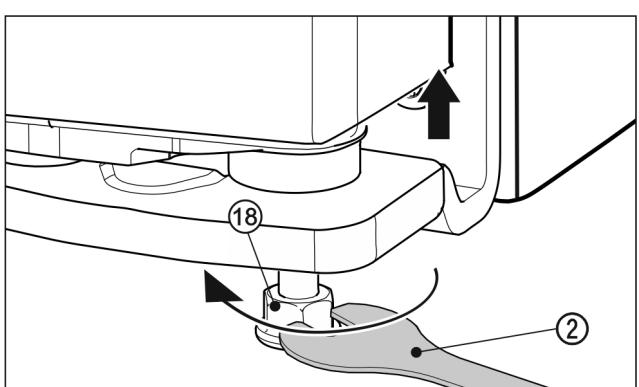

Fig. 25
- ▶ Чтобы поднять дверцу, выверните вправо установочную опору Fig. 25 (18) с помощью прилагаемого вильчатого ключа Fig. 25 (2) до соприкосновения с полом. Затем продолжите выворачивание, пока дверь не будет отрегулирована по высоте. При поставке опорный палец полностью включен.